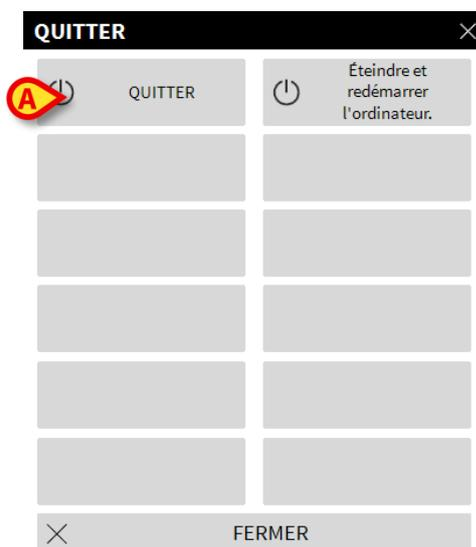

Fig 41
Un autre menu s'affiche (Fig 41).
- Cliquez le bouton **Quitter** à nouveau (Fig 41 **A**)